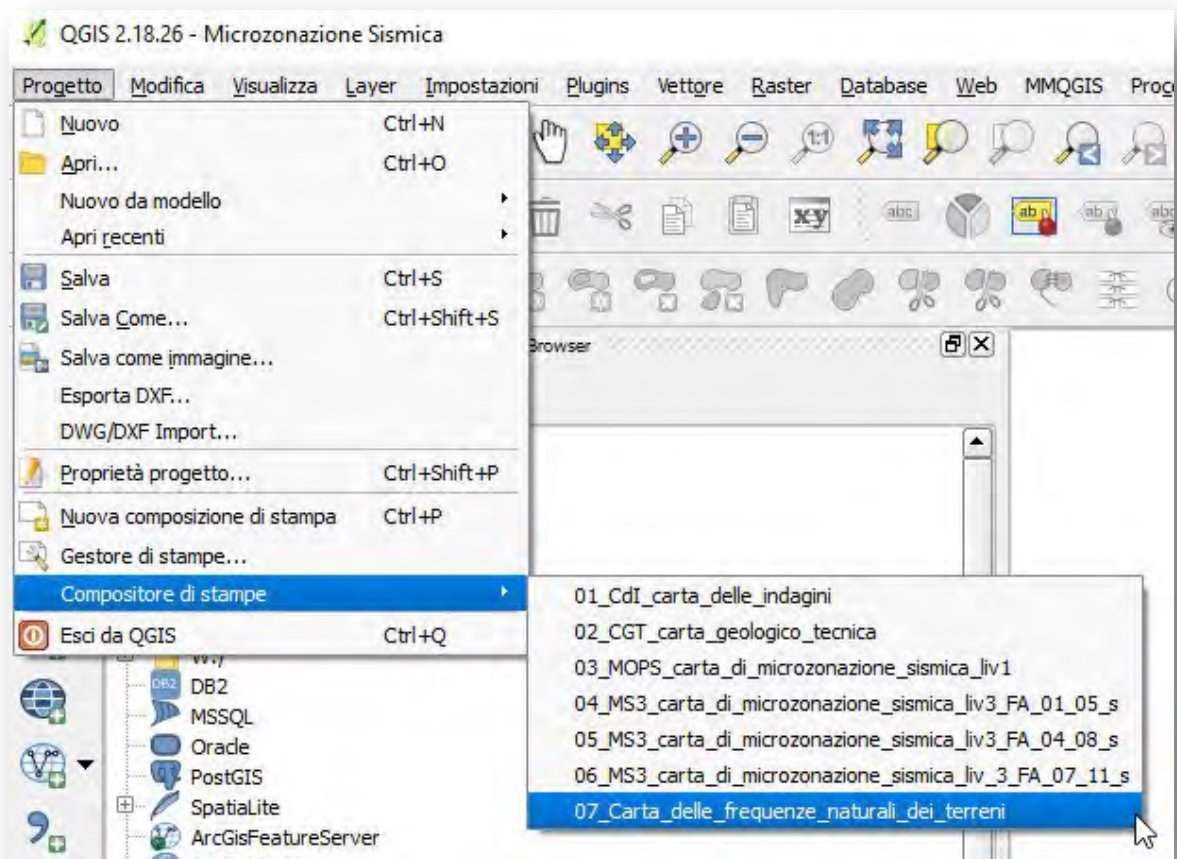

Figura 33 – Compositore di stampa con i layout precaricati
- selezionare il layout con il nome della carta che si vuole stampare, nel **menu Progetto → Compositore di stampe** (Figura 33);